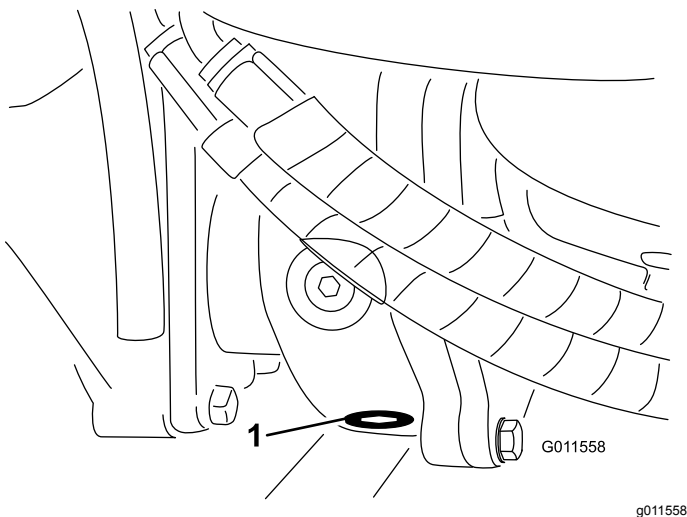

Bild 87
5. Reinigen Sie den Bereich um die Ablassschraube an der Unterseite des Getriebes (**Bild 87**)